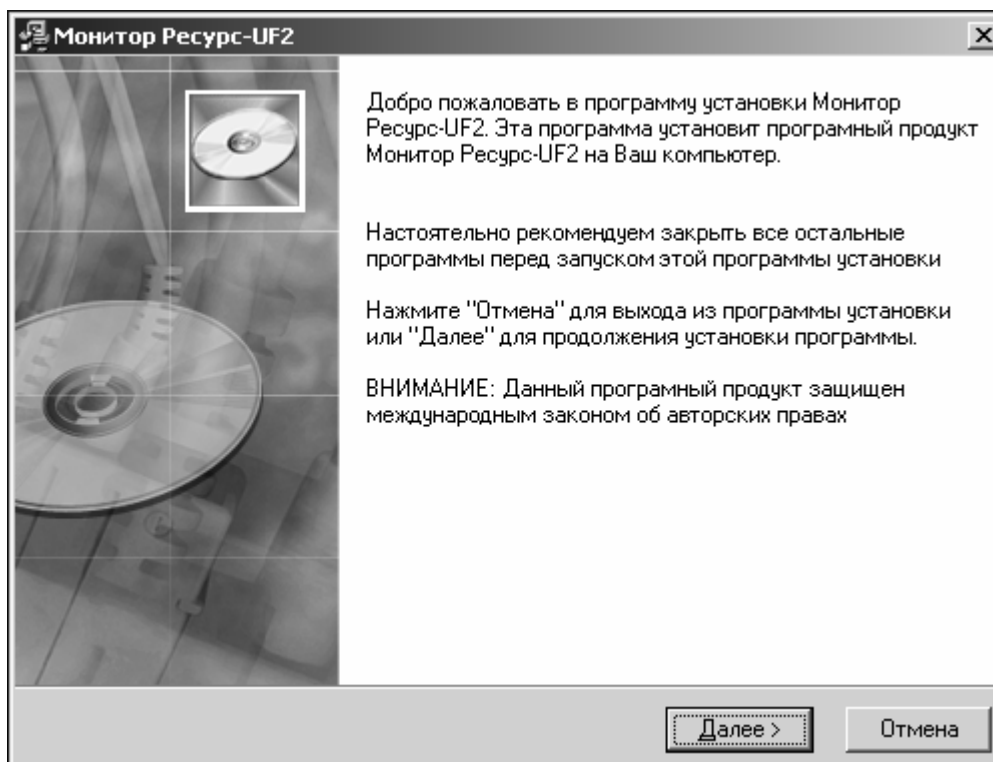

Рисунок 3.1 Диалог «Начало установки»
3.4.1 При запуске программы MonitorInstall.exe появляется окно «Начало установки» (рисунок 3.1), где пользователю сообщается о назначении программного обеспечения и указывается о необходимости завершения работы всех программ, которые могут выполняться перед началом установки. Большинство приложений могут быть закрыты с помощью контекстного меню панели задач операционной системы. Для продолжения установки необходимо нажать кнопку «Далее».